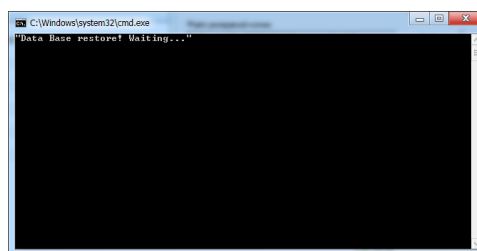

Рисунок 54.
- г) Будет запущен процесс автоматического восстановления базы данных (см. рисунок 54);